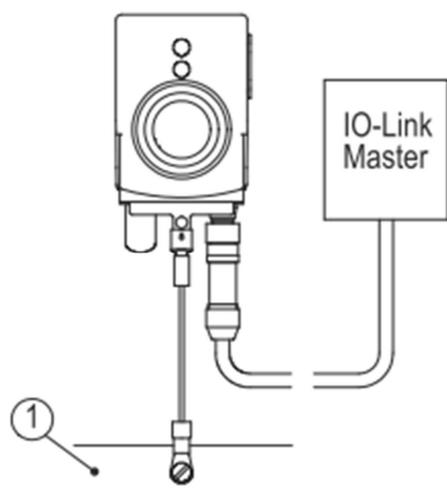

図 8 : アースバー
複数の機器をご使用いただく場合、アースバー①への接続を推奨します。(図 8 参照)